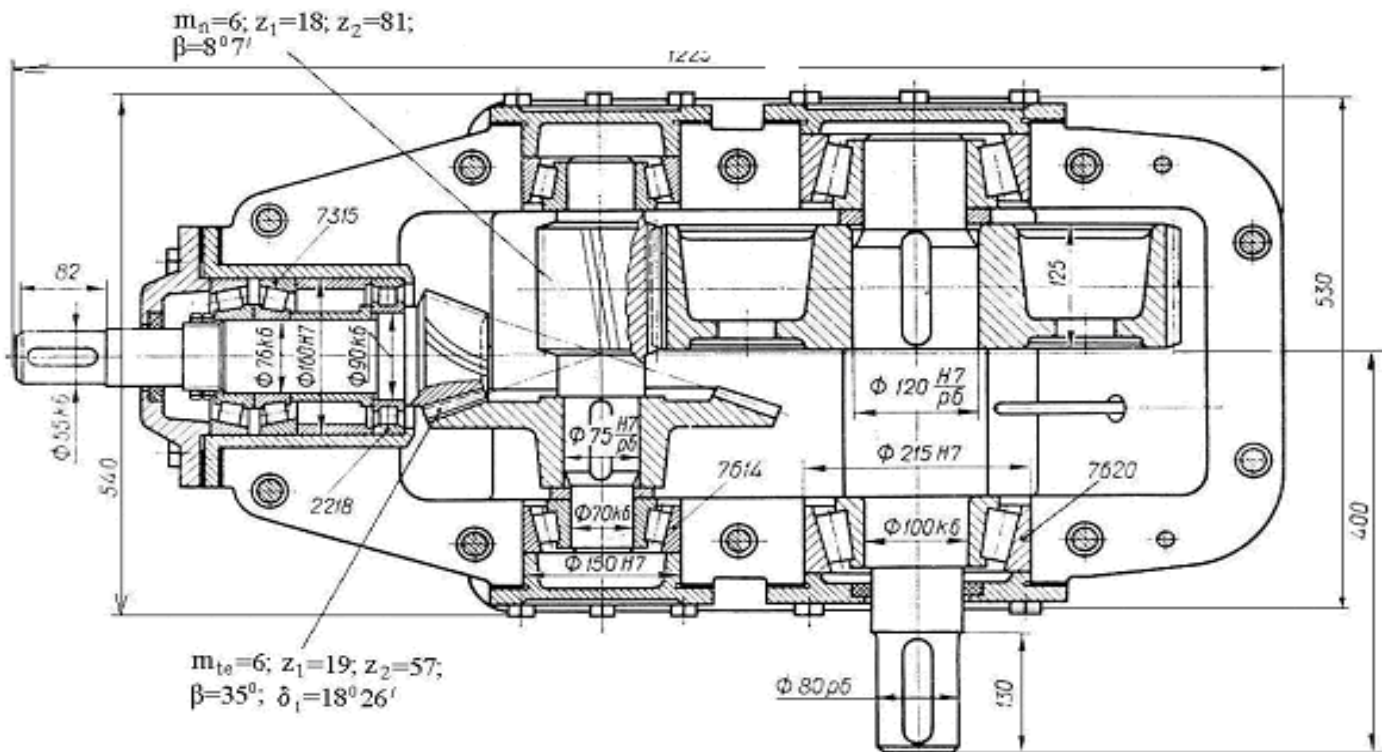

Рис. 1,а. Редуктор циліндричний двоступінчастий (вигляд згори)
Завдання 1,а Шпонка вихідного (тихохідного) вала ($d=80$ мм – діаметр вала; $l_p=78$ мм – робоча довжина шпонки; $t_2=5,4$ мм – глибина паза в маточині півмуфти) редуктора (рис. 1,а) має робоче напруження змінання, що дорівнює допустимому - 110 МПа. Муфта на валу не наведена.
Перевірити динамічну міцність вхідної ділянки швидкохідного вала ($d=55$ мм, $t_1=6$ мм, $t_2=4,3$ мм, $b=16$ мм, сталь 35 нормалізована, $\sigma_T=270$ МПа, $\sigma_\sigma=510$ МПа). Решту потрібних параметрів взяти із рис. 1,а і довідників (**70 балів**).
1. Відповідно до рис.1,а редуктора розробити його кінематичну схему з нумерацією валів і зубчастих коліс. Визначити передаточні відношення ступенів і загальне передаточне відношення редуктора (**10 балів**);